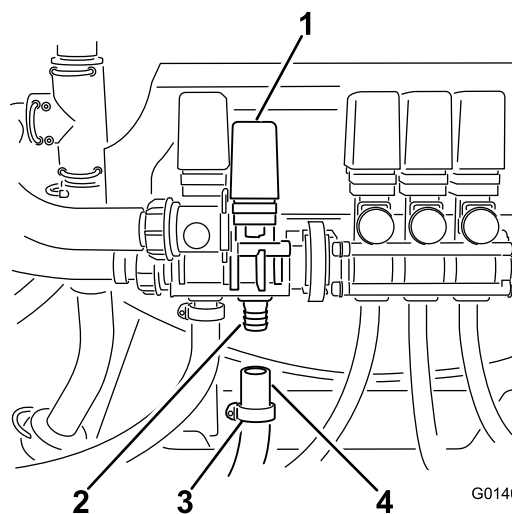

Рисунок 27
- Проведите ослабленный шланговый хомут поверх открытого конца шланга (Рисунок 27).